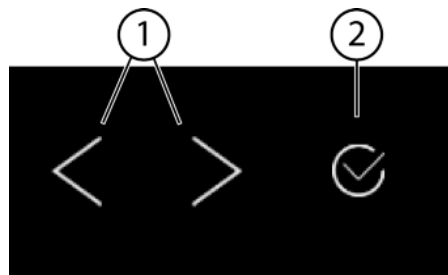
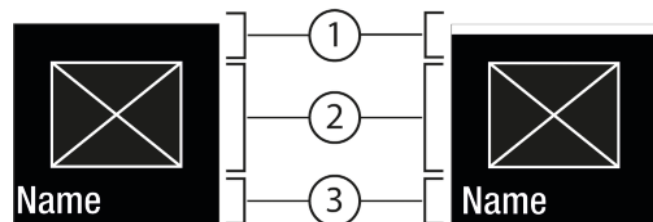
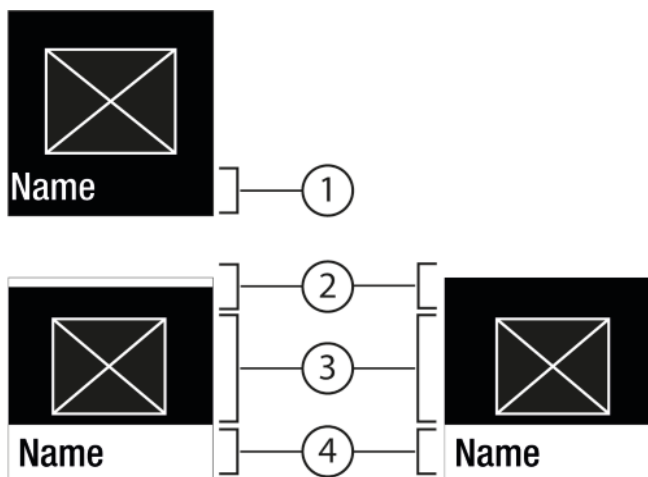

Fig. 5
Fig. 6
Fig. 7
- (1) Flèche de navigation vers la gauche / droite
(2) Confirmer
Flèche de navigation vers la gauche / droite Fig. 5 (1) :
Confirmer Fig. 5 (2) :
- Naviguer avec la flèche de navigation vers la gauche / la droite Fig. 5 (1).
- Avec Confirmer Fig. 5 (2), activer / désactiver la fonction Fig. 6 (1) / le réglage Fig. 6 (1).
- Avec Confirmer Fig. 5 (2), appeler le sous-menu Fig. 7 (4).
- Régler une nouvelle valeur : Avec Confirmer Fig. 5 (2), sélectionner une valeur désactivée Fig. 6 (1).
- Retour au menu : Avec Confirmer Fig. 5 (2), sélectionner la valeur déjà activée Fig. 6 (2).
- ▶ Appuyer sur les flèches de navigation Fig. 5 (1) autant de fois que nécessaire jusqu'à ce que la s'affiche.
- ▶ Appuyer sur Confirmer Fig. 5 (2).
- ▶ Appuyer sur les flèches de navigation Fig. 5 (1) autant de fois que nécessaire jusqu'à ce que la fonction s'affiche.
- ▶ Sélectionner la valeur de réglage à l'aide des flèches de navigation Fig. 5 (1).
- ▷ Status : activé Fig. 6 (1) s'affiche brièvement dans le sous-menu Fig. 7 (4).
- ▶ Appuyer sur les flèches de navigation *Fig. 5 (1)* autant de fois que nécessaire jusqu'à ce que les réglages  s'affichent.
- ▶ Appuyer sur Confirmer *Fig. 5 (2)*.
- ▶ Appuyer sur les flèches de navigation *Fig. 5 (1)* autant de fois que nécessaire jusqu'à ce que le réglage souhaité s'affiche.